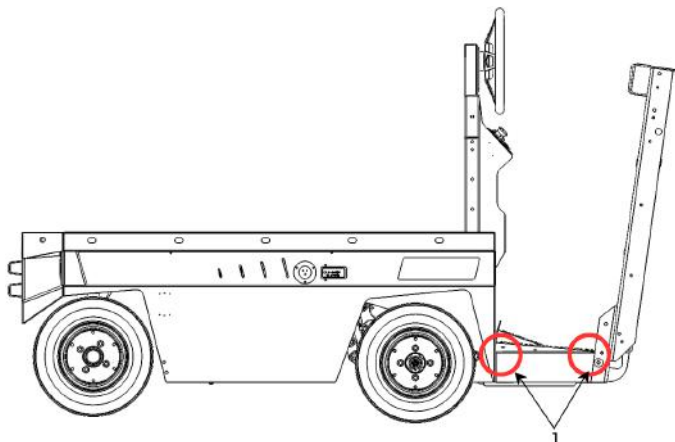

Figure 30. Coins des panneaux latéraux.
- Coins des panneaux latéraux (1) (des deux côtés). Il existe une possibilité de formation de fissures dans ces coins car ils subissent des contraintes importantes (voir Figure 30).